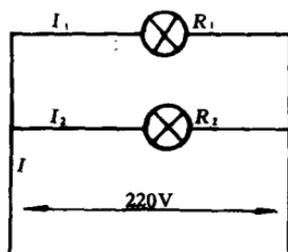

图 4
8. 在 $U=220 \text{ V}$ 的电源上并联有两个照明灯 (见图 4), 一个电阻 $R_1=400 \Omega$, 另一个电阻 $R_2=300 \Omega$. 试求总电流 I 和流过 R_1 及 R_2 的电流 I_1 及 I_2 各为多少? (保留小数两位)